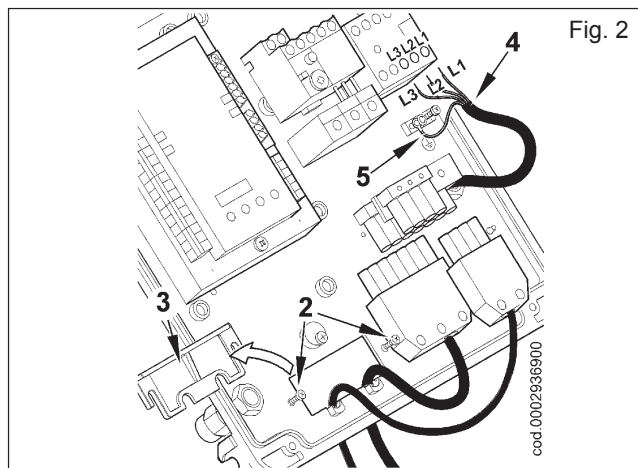

Fig. 2
- 拧开螺丝（2），然后取下压板（3），将7孔插头和4孔插头从孔中间穿过（图2）。将电源（4）与接触器连接，固定接地电缆（5），锁紧相应的线缆固定头。